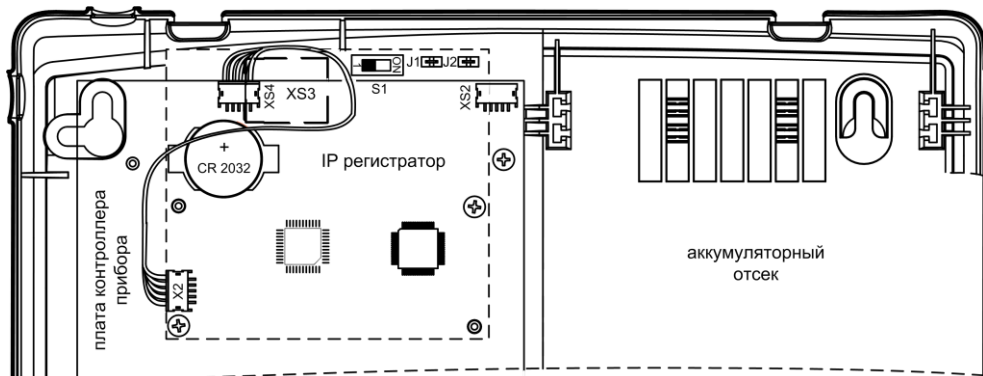

Рис.2 Установка IP регистратора в прибор
4. Установите IP регистратор (рис.1) в корпус прибора (под плату контроллера), как показано на рис.2 и зафиксируйте его двумя винтами-саморезами.
6. Подключите жгут САОП.685621.046 к разъёму XS4 платы контроллера прибора (рис.2).